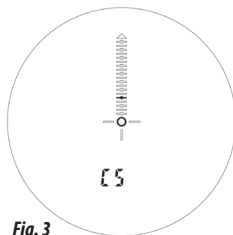

Fig. 3
4. Appuyez de nouveau sur le bouton de marche. « C5 » clignotera sur l'écran (ou « C » suivi d'un autre numéro) (Fig. 3). Alignez le cercle central du télémètre avec la cible de « 40 PIN » de la fiche d'étalonnage (ou la cible de « 60 PIN » si vous utilisez l'autre face de la fiche).